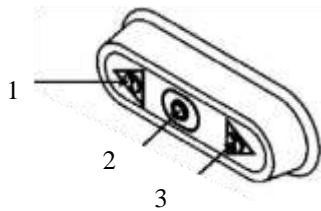

Рис. 8 – Положение элементов управления
- В случае заклинивания или затрудненного измельчения выключите машину и подайте импульс с помощью реверсной кнопки «R» (поз. 1 – Рис. 8); затем вновь запустите машину, нажав кнопку пуска «I» (поз. 3 – Рис. 8).
- Нажмите кнопку «I», чтобы запустить машину (поз. 3 – Рис. 8);
- Для завершения работы остановите машину, нажав кнопку останова «O» (поз. 2 – Рис. 8), затем разберите и тщательно очистите насадку с приемным отверстием и все ее элементы (см. п. 6.2).
- В случае заклинивания или блокировки валика остановите машину и подайте импульс с помощью реверсной кнопки «R» (поз. 1 – Рис. 8). Затем перезапустите машину, нажав кнопку «I» (поз. 3 – Рис. 8).
1. Нажмите кнопку пуска «I» (поз. 3 – Рис. 8) и кнопку останова «O» (поз. 2 – Рис. 8);
2. Убедитесь, что при нажатии кнопки «R» (поз. 1 – Рис. 8) терочный валик начинает вращаться в обратном направлении.
3. Поместите продукт в бункер (8), а затем включите машину, нажав кнопку «I» (поз. 3 – Рис. 8);
4. Поднимите пестик (7) и введите продукт в отверстие; используйте пестик только для того, чтобы помочь проталкиванию мяса в отверстие без усилия;
6. По окончании измельчения мяса остановите машину, нажав на кнопку «O» (см. Рис. 8), затем аккуратно разберите и очистите отверстие и все другие элементы (см. Рис. 1).
Убедитесь, что система заземления функционирует надлежащим образом. Перед подключением машины к трехфазному источнику питания проверьте вращение шнека и импульсную подачу терочного валика, нажав кнопку ВКЛ. «I» (поз. 3 – Рис. 8) и немедленно остановив вращение с помощью кнопки ВЫКЛ. «O».